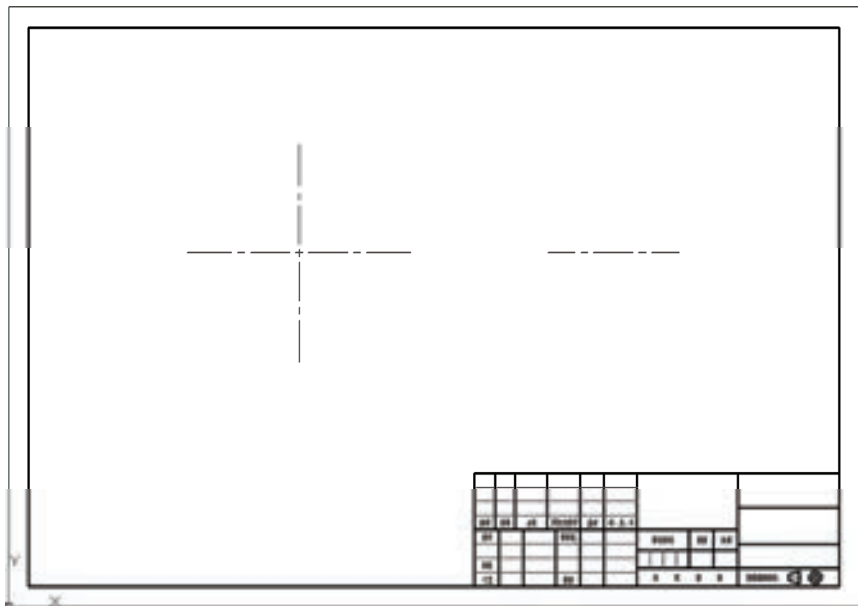

图 8-27 绘制主中心线
2) 绘制主中心线。在功能区“默认”选项卡的“图层”面板中, 从图层列表中选择“中心线”层, 接着单击“直线”按钮, 在图框内的合适位置处绘制图 8-27 所示的主中心线。在绘制过程中启用正交模式。